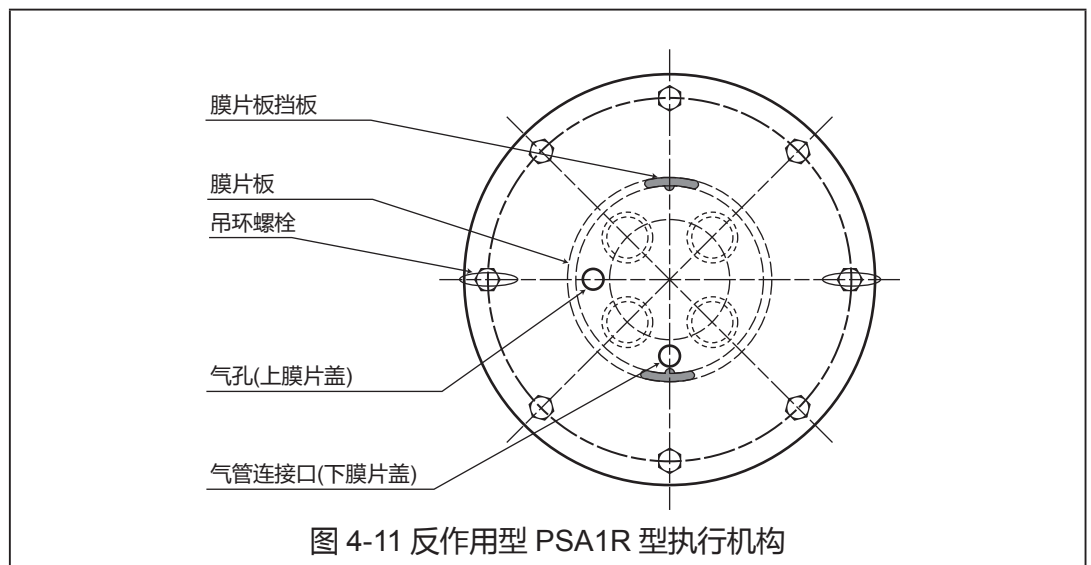

图 4-11 反作用型 PSA1R 型执行机构
- (1) 使用 4 个螺栓将膜片盖（下）固定到支架上。同时，将气管连接口设定在如图 4-11 所示的位置。
- (2) 将执行机构连杆（连接着膜片）插入衬套。请防止衬套内侧或防尘圈被连杆的螺纹部分损坏。如果可能的话，请用胶带覆盖螺纹部分。
- (3) 转动执行机构的连杆，将膜片板挡块放在如图 4-11 所示的位置。
- (4) 固定弹簧座，然后将弹簧安装到弹簧座上。（参见图 4-11）。
- (5) 放置上膜片盖，然后用一对吊环螺栓对其进行固定。
注：将气孔设定到如图 4-11 所示的位置。交替均匀地拧紧一对吊环螺栓。拧紧这对螺栓可完成弹簧的初始定位。